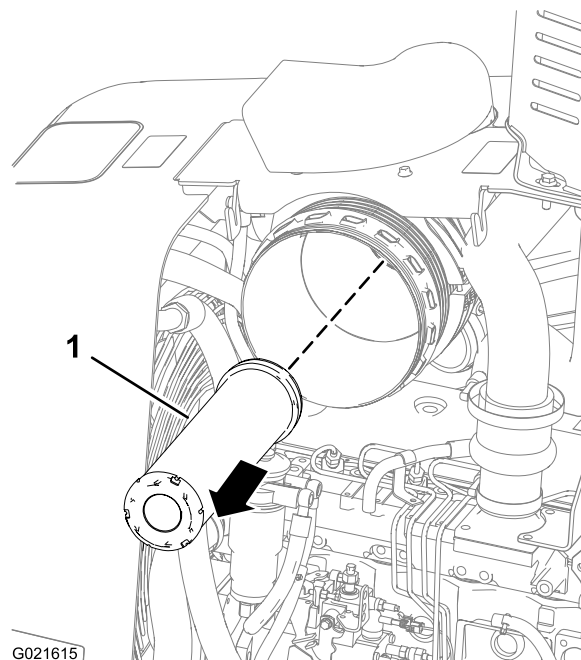

Figura 52
Tire hacia fuera del elemento secundario del limpiador de aire y sáquelo de la carcasa del limpiador de aire (Figura 52).
4. Introduzca el elemento secundario del limpiador de aire en la carcasa del limpiador de aire (Figura 52).